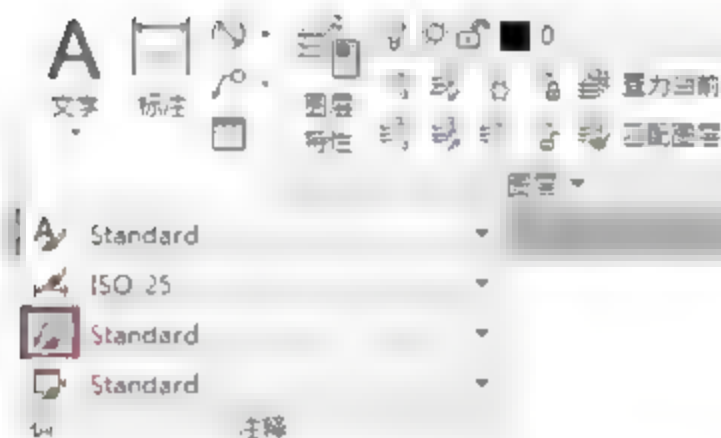

图5-84 单击按钮
- 【默认】选项卡：在【默认】选项卡中，单击【注释】面板中的【多重引线样式管理器】按钮，如图5-84所示。